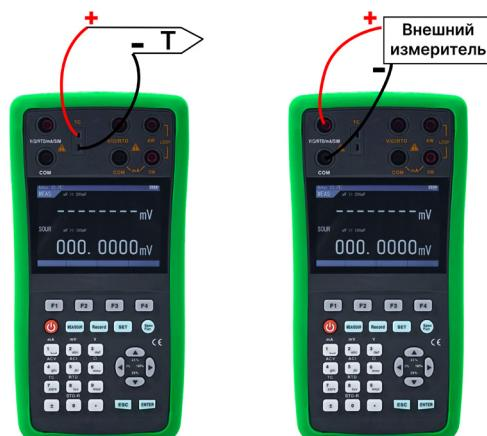

Рисунок 6 - Схемы подключения прибора в режиме имитации сигнала
- Подключите выходные клеммы калибратора к внешнему измерительному прибору, как показано на электрической схеме функции выходного сигнала (Рис. 6 б).
1. Подключите выходные клеммы калибратора к внешнему измерительному прибору, как показано на электрической схеме функции выходного сигнала (Рис. 6 б).